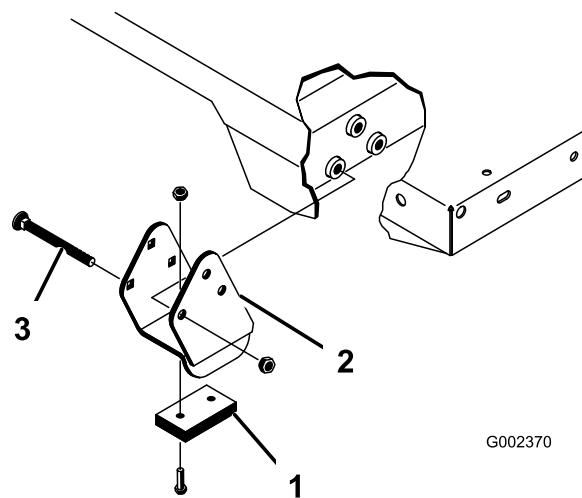

Figura 44
Nota: Installate le staffe distanziali e i blocchi di usura (Figura 44) con le teste dei bulloni a testa tonda posizionate verso l'interno della macchina.
2. Collocate con delicatezza il pianale sul telaio della macchina, allineando i fori delle piastre orientabili sulla parte posteriore del pianale ai fori sul profilato posteriore del telaio, e installate 2 perni con testa e 2 acciarini (Figura 44).
4. Inserite il perno con testa dall'esterno del pianale, con l'acciarino posto sull'esterno (Figura 44).